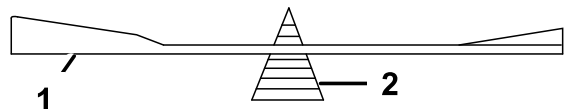

Figura 82
2. Verifique o equilíbrio da lâmina colocando-a num equilibrador de lâminas (**Figura 82**).